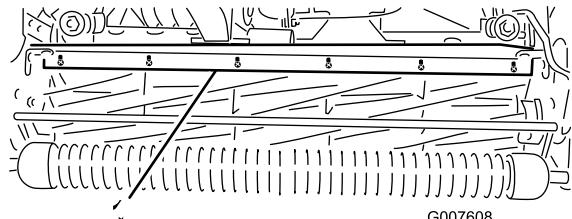

図 52
- バー図 52をカッティングユニットに固定しているねじをゆるめる。